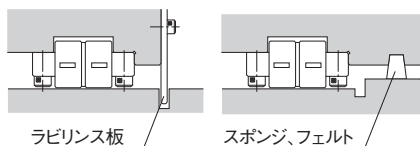

図3
- (4) 側面の防塵対策には図3に示すような方法があります。